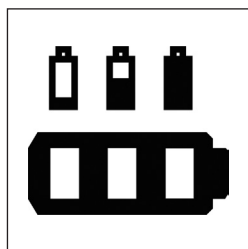

Figura 9 Indicador de batería en el control manual.
- Hay un indicador de batería en el mando manual (Ver la figura 9).